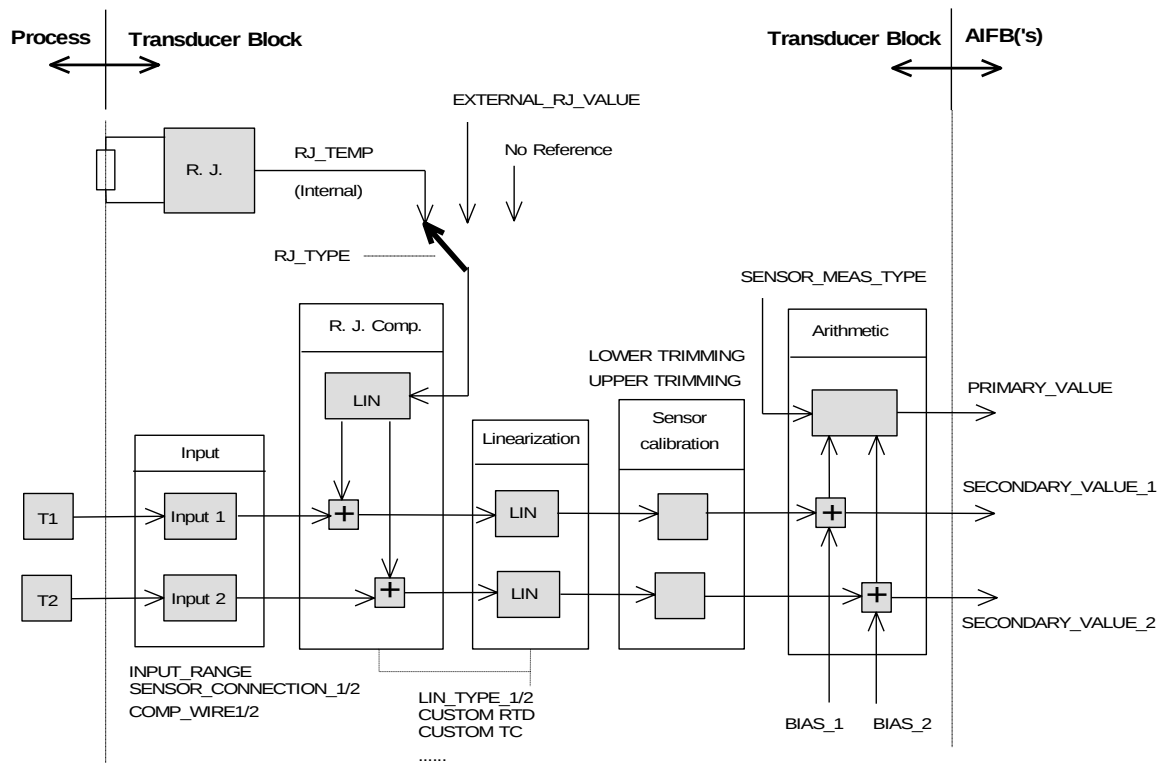

Figure 2.2-1 Functional Diagram of the Transducer Block
トランスデューサブロック (TB) は、B3PU が温度変換器としてどのように機能するかを定義する測定パラメータをすべて含んでいます。入力タイプ、エンジニアリング・ユニットなどの選択は、このブロックの中で実行されます。トランスデューサブロックの機能は、図 2.2-1 に示されています。ただし、B3PU にとっては、入力 1 のみが有効であることに注意して下さい。